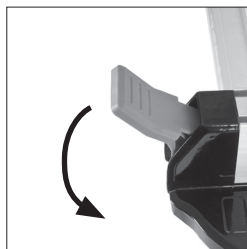

Abb. 20
- Drücken Sie den Griff nach unten, um den Parallelanschlag an seinem Platz zu verriegeln. (**Abb. 20**).